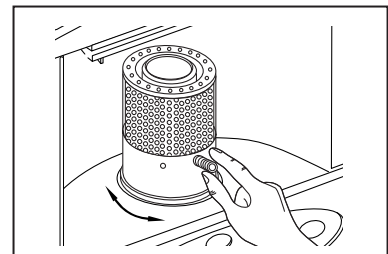

Fig. 4
7. POSICIÓN DEL QUEMADOR (fig. 4)